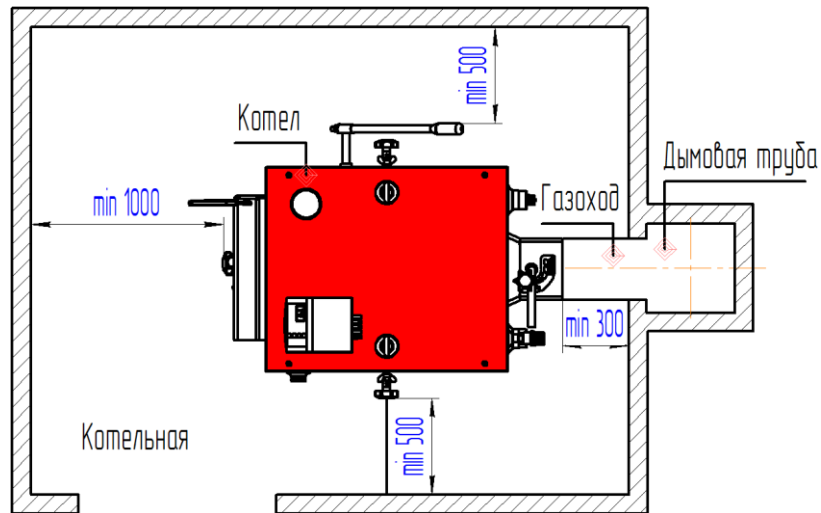

Рис.5 Схема установки котла в котельной (топливной)
6.3.2.2 Котел поставляется в собранном виде и не нуждается в специальном фундаменте, однако необходимо установить его на ровную горизонтальную поверхность из негорючих материалов. Во время установки котла необходимо обеспечить доступ к нему таким образом, чтобы стены котельной (топливной) не мешали загрузке топлива, чистке топки котла, а также доступа к вентилятору (см.Рис.5).